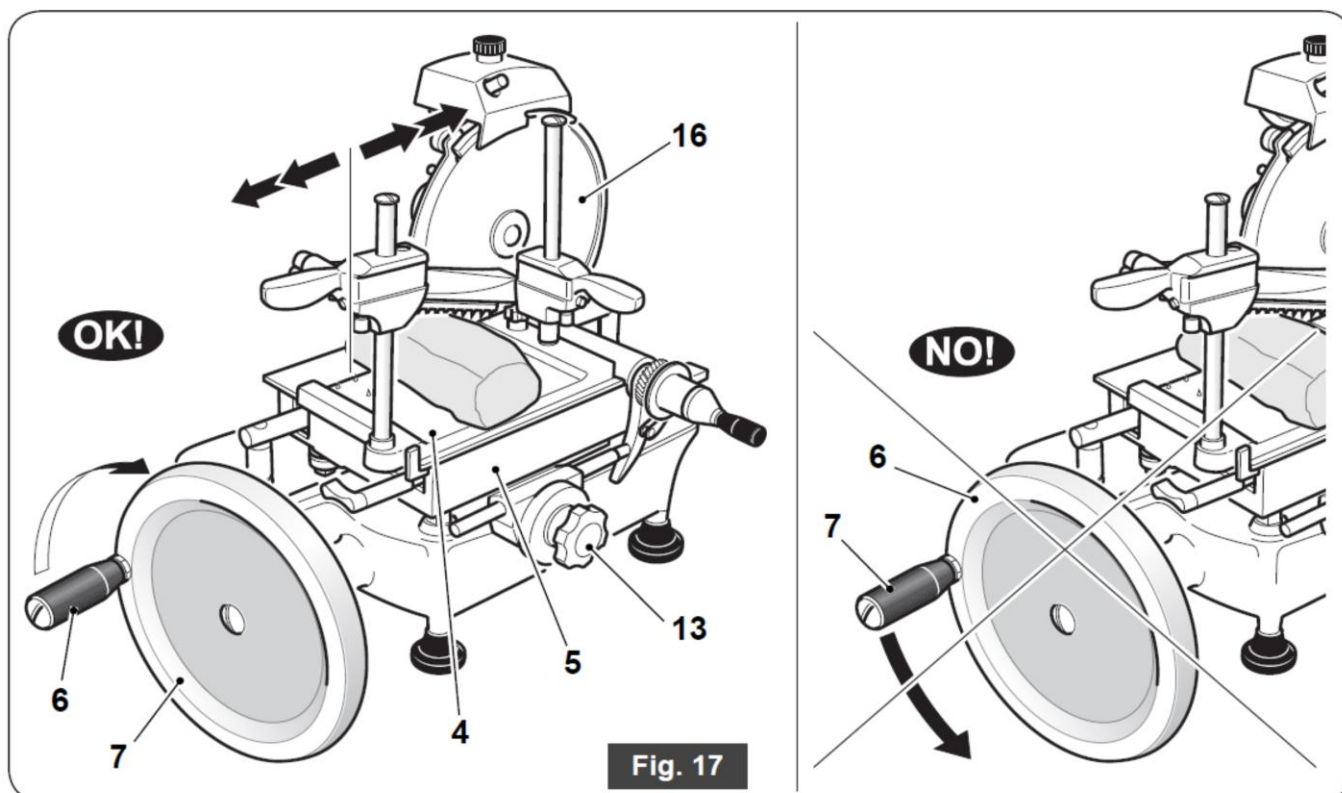

Fig. 17
**Sans le protecteur de lame (9) il faut faire bien attention ; la lame (16) est très coupante.**
- Prendre la poignée (6) et tourner le volant (7) en sens horaire pour déclencher la rotation de la lame et le mouvement alterné du plateau porte-produit (4) (fig. 17).